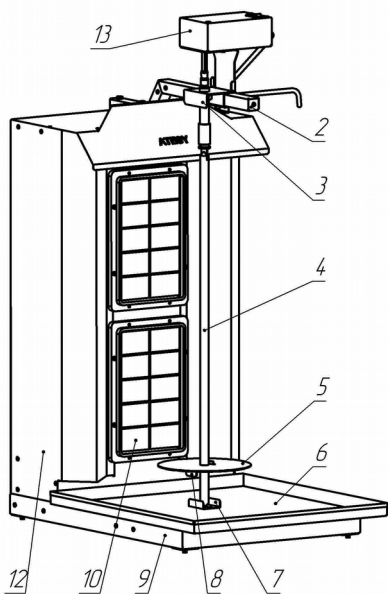

Рис.2
5.12. В установке «Шаурма-2М(3М) газ с электроприводом» (рис.2) перед включением электропривода (13) в сеть убедитесь в целосности электрошнура, вилки, наличии и исправности заземления сетевой розетки.